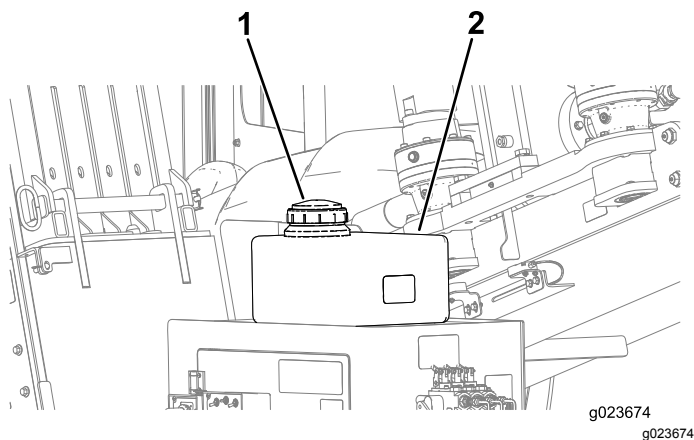

Figura 129
- C. Retire a tampa do reservatório de anticongelante da bomba de fluido de perfuração (Figura 129).
- D. Certifique-se de que o reservatório de anticongelante esteja cheio (Figura 129).
- D. Adicione anticongelante ao reservatório conforme necessário (Figura 129).
5. Instale tampa no reservatório de anticongelante (Figura 129).